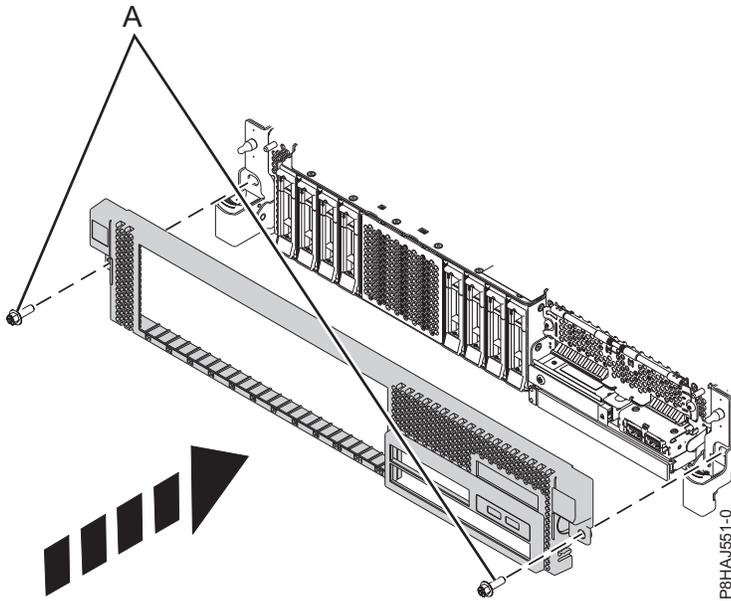

Figure 46. Installation du capot avant
3. Appuyez sur les loquets dans le sens indiqué dans la figure 46, à la page 62. Le capot avant se met en place ; il est doté d'un renforcement permettant de le tenir plus facilement.
4. Remettez en place les vis de transport (A).